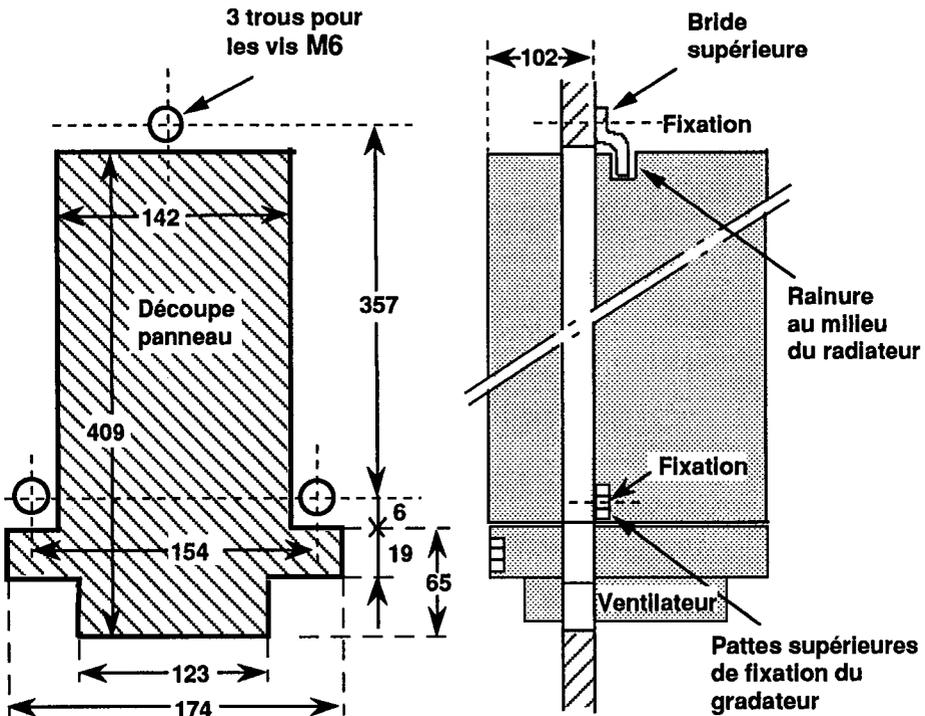

Figure 2.4. Cotes de perçage, découpe et fixation du gradateur ventilé Montage semi-encasté sur panneau
- a. Installer les **deux vis M6** inférieures dans l'armoire en respectant les cotes de perçage données (fig. 2.4).